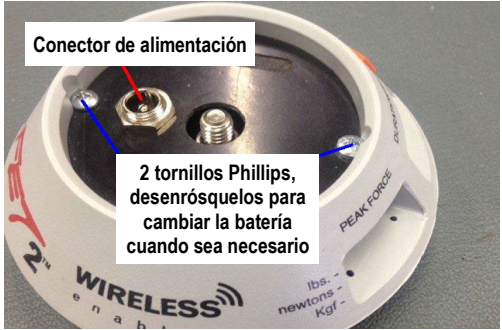

Figura 9. Carga de dispositivos y acceso a la batería
- Inserte el conector cilíndrico del transformador de pared en el conector de alimentación que se encuentra debajo del accesorio. (Observe el conector de alimentación en el microFET®2, Figura 9).
- Retire el accesorio del dispositivo. Retire con cuidado los 2 tornillos Phillips de la tapa del compartimento de la batería (consulte la Figura 9).